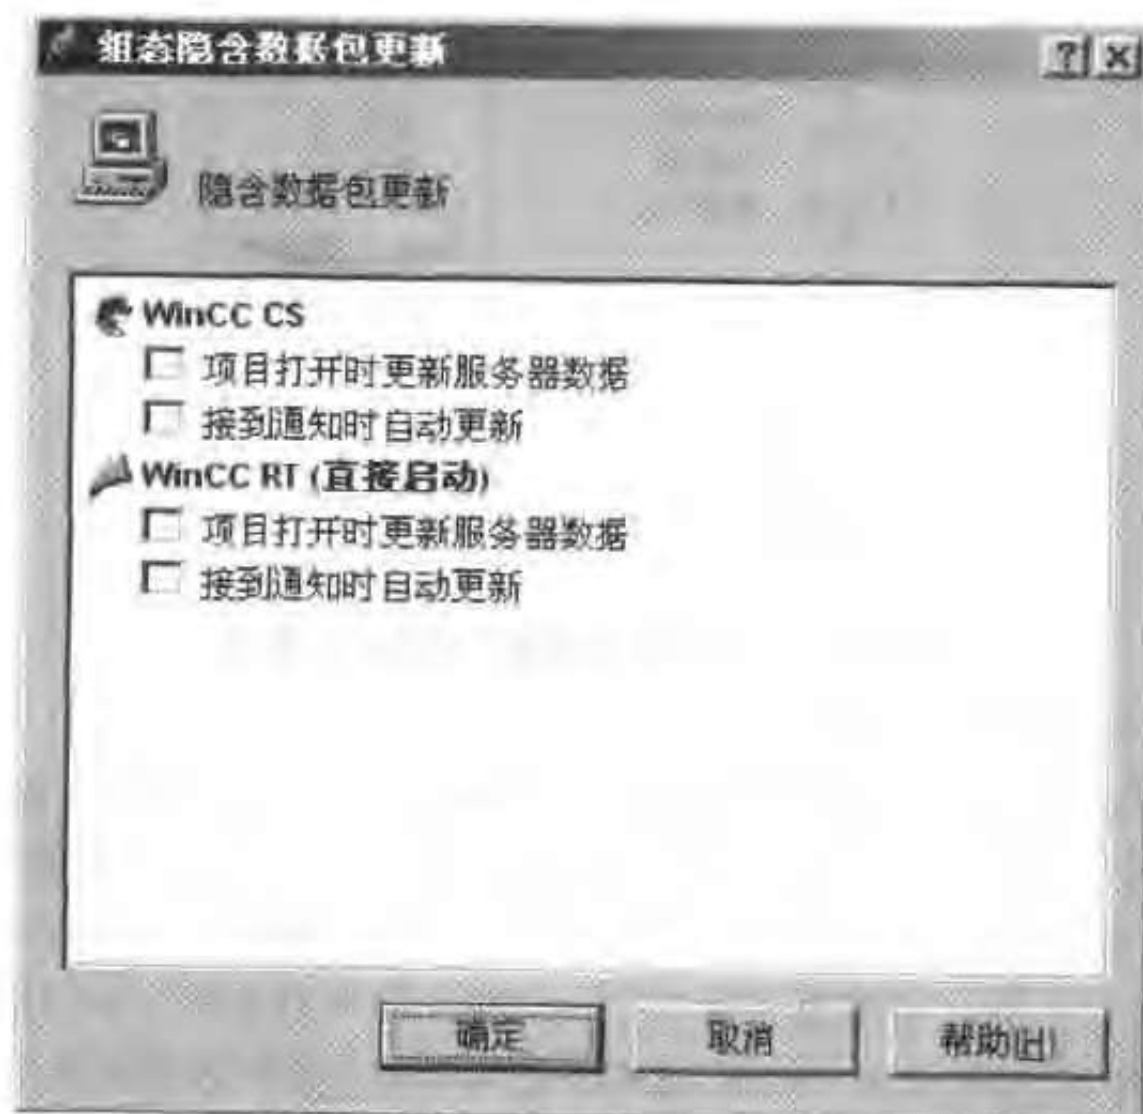

图 12-13 “组态隐含数据包更新”对话框
- 在 WinCC 资源管理器中选择“服务器数据”项,并在弹出的菜单上选择命令“隐含更新”,显示“组态隐含数据包更新”对话框,如图 12-13 所示。